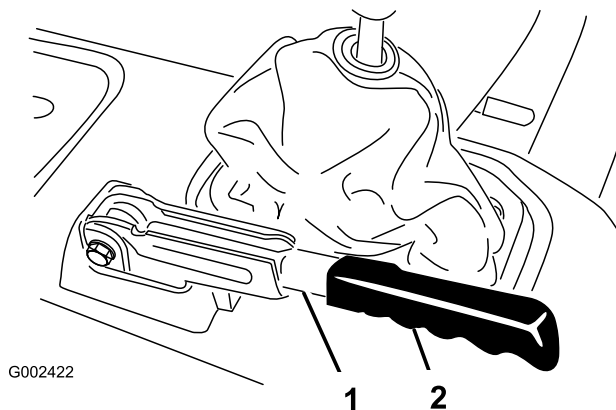

図 60
1. 駐車ブレーキレバーのゴム製グリップをはずす (図 60)。